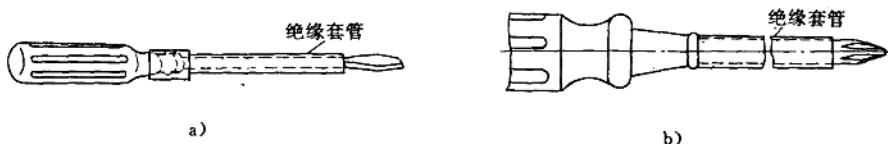

图2-4 旋具
(3) 旋具 分有一字(或叫平头)旋具和十字形(或叫十字头)旋具两种(图2-4)，以配合不同槽型的螺钉的使用。常用的有50、100、150和200mm等规格。